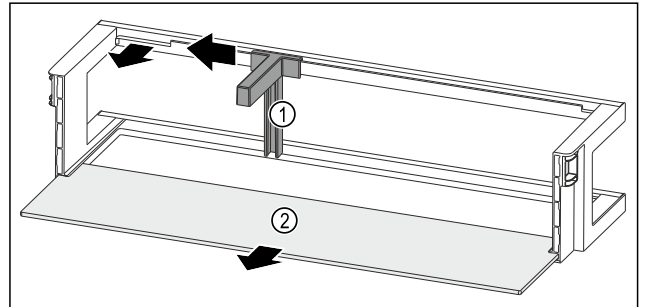

Fig. 97 Odkladací priestor vo dverách s držiakom fľaš a odkladacou plochou
- ▶ Potlačte držiak fľaš Fig. 97 (1) až k vybraniu do strany.
- ▶ Odoberte držiak fľaš Fig. 97 (1).
- ▶ Odoberte odkladaciu plochu Fig. 97 (2).